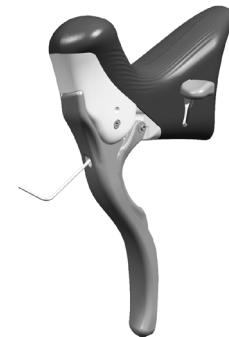

Fig.4
- Introduzca en el orificio Y una llave Allen de 2,5 mm para llegar al pasador (Fig.4).